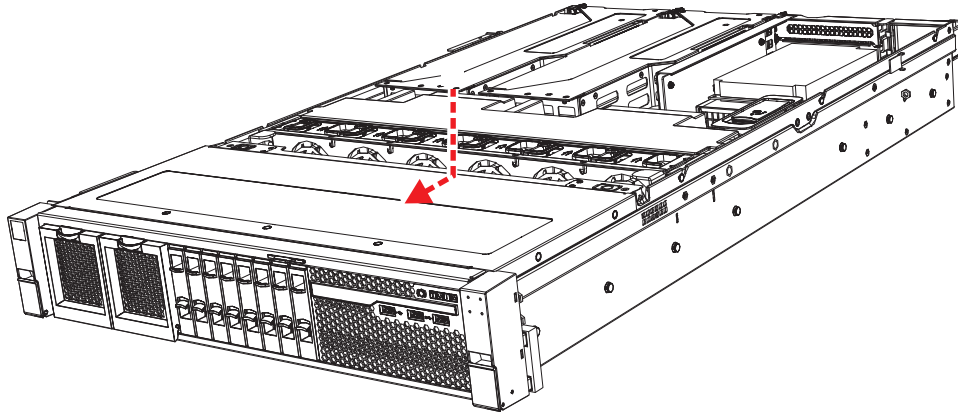

図 54. 2145-SV1 上部のフロント・カバーの再取り付け
3. 70 ページの図 54 に示すように、止まるまでフロント・カバーを前方にスライドさせます。